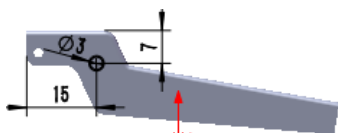

图 16.5.39 横断面草图
② 定义横断面草图。在草图环境中绘制图 16.5.39 所示的横断面草图。